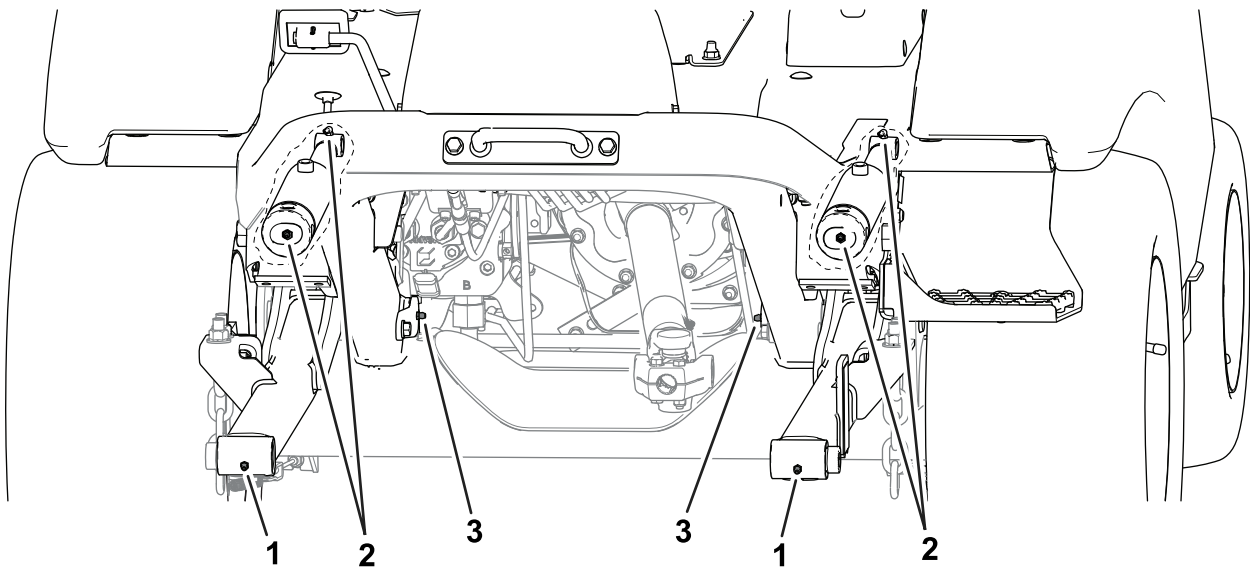

Bild 48
- **Vorderseite der Maschine (Bild 48):**
- Drehgelenke des Anbaugeräts (2)
- Hubzylinderbüchsen (2)
- Hubarm-Lagerbolzen (2)